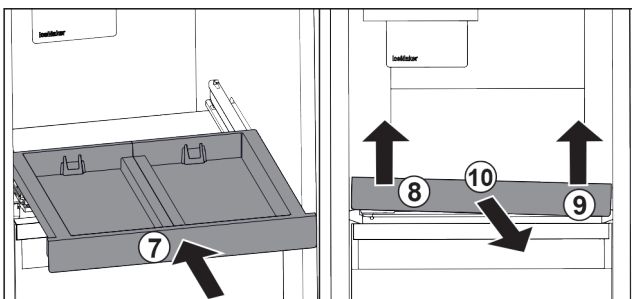

Fig. 101
- ▶ Auszugsbord einschieben. Fig. 101 (7)
- ▶ Auszugsbord vorne links anheben. Fig. 101 (8)
- ▶ Auszugsbord vorne rechts anheben. Fig. 101 (9)
- ▶ Auszugsbord nach vorne entnehmen. Fig. 101 (10)